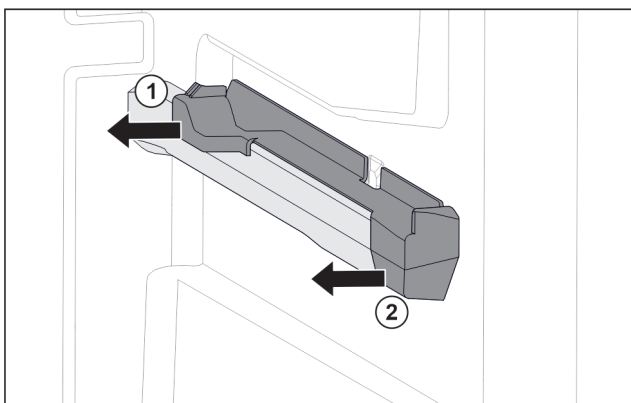

Fig. 77 Pieza de acoplamiento en la nervadura para recipientes derecha
- ▶ Retire la pieza de acoplamiento por detrás lateralmente. Fig. 77 (1)
- ▶ Retire la pieza de acoplamiento por delante lateralmente. Fig. 77 (2)